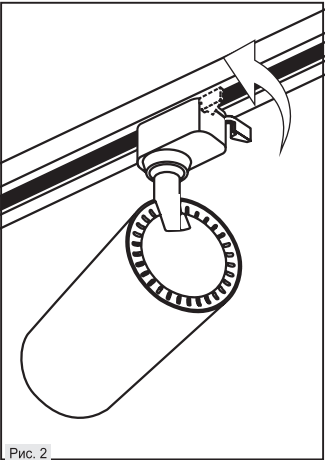

Рис. 2
- Вставьте адаптер в шинопровод и поверните рычаг адаптера на 90 градусов (Рис. 2).